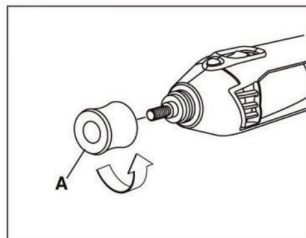

Рис.4
- 1.Открутите против часовой стрелки защитный колпачок «А» (рис. 4).